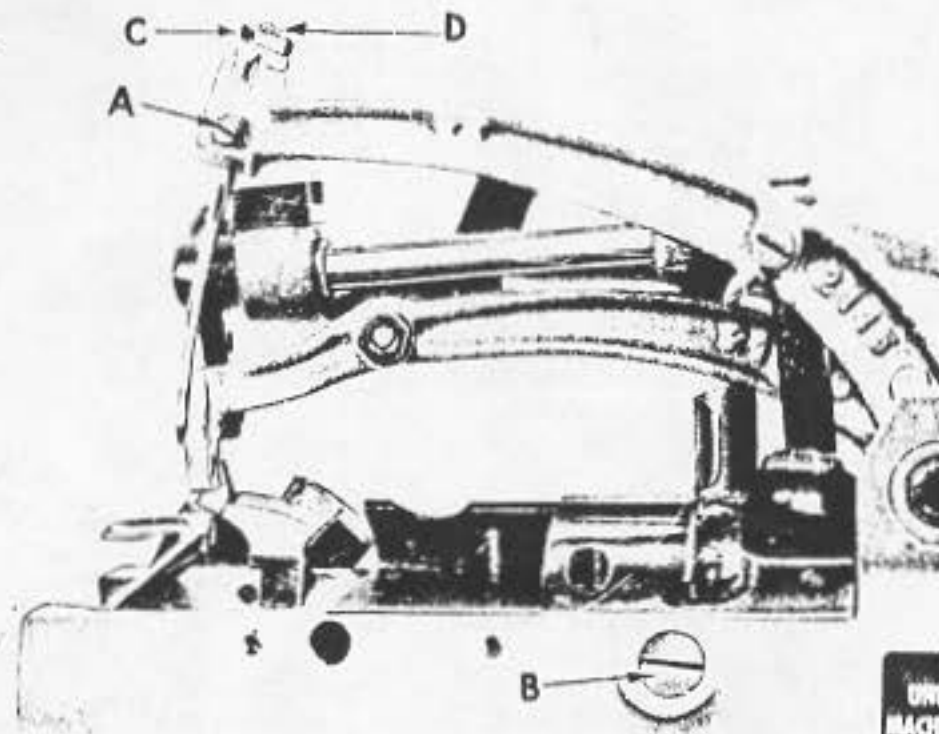
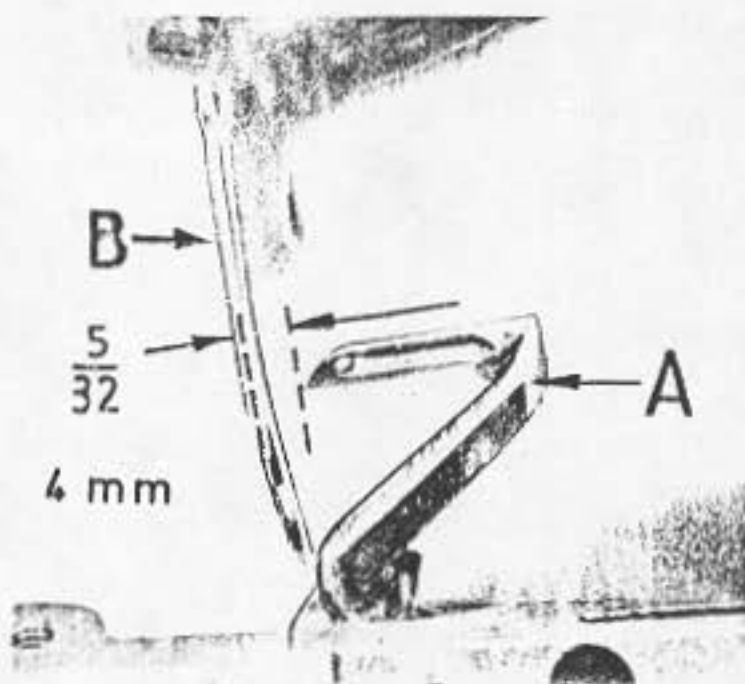
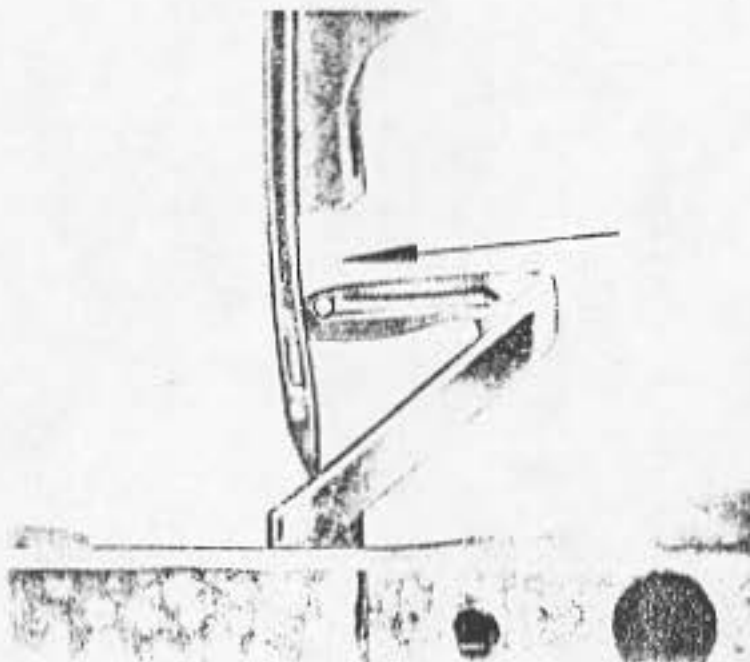

Fig.1
Fig.2
Fig.3
Einsetzen der Nadel (Fig.1)
Die Nadel wird so eingesetzt, daß die Befestigungsschraube A (Fig.1) auf die flache Kolbenseite der Nadel drückt.
Greifer-Einstellung (Fig.2)
Wenn sich der Greifer A (Fig.2) in seiner rechten Endstellung befindet, soll der Abstand von Nadelmitte B bis zur Greiferspitze 4,0 mm betragen. (Einstell-Lehre dazu = 21225-4+0,4). Um diese Einstellung zu ermöglichen, entferne die Verschlusschraube B (Fig.1). Durch diese Oeffnung kann die Befestigungsschraube der Greiferachse erreicht werden. Löse diese Schraube und verschiebe die Achse nach links oder rechts, bis der richtige Abstand von 4,0 mm erreicht ist. Ziehe die Befestigungsschraube wieder gut an.
Nadelhöhe (Fig.3)
Zum Verstellen der Nadelhöhe entferne die Nadel, dann löse die Feststelmutter C (Fig.1) und stelle die Anschlagsschraube D (Fig.1) entsprechend der gewünschten Höhe ein.
Inserting the Needle (Fig.1)
This machine uses needle Type 9854 size 080. It is inserted in the needle lever with its flat directly under the set screw (A, Fig.1). The needle should be pushed up in its holder as far as it will go.
Looper Gauge (Fig.2)
The looper gauge is the distance between the point of the looper (A, Fig.2) and the center of the needle (B) when the looper is in its extreme position to the right. This distance should be $\frac{5}{32}$ " (Fig.2). In order to make this adjustment remove the plug screw from the front of the frame casting (B Fig.1). Here will be found a set screw which holds the looper shaft. Loosen this screw and move the looper shaft to right or left to secure the $\frac{5}{32}$ " looper gauge. Re-tighten set screw.
Needle Height (Fig.3)
The needle height should be set so that when the looper moves to the left and its point is even with the left side of the needle (Fig.3), the lower edge of the looper is in line with the top of the needle eye. To change the height of the needle loosen set screw (A, Fig.1), then loosen lock nut (C) and regulate the height adjusting screw (D) to the desired position.